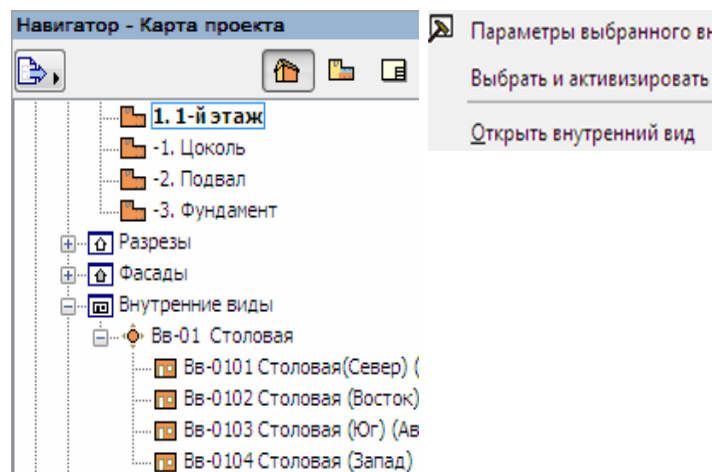

Рис. 135
6. Перейдите к карте проекта навигатора и щелкните на знаке + перед папкой с именем **Внутренние виды** (рис. 135). Теперь щелкните на знаке + перед именем **Вв-01 Столовая**. Четыре внутренних вида размещены в одной группе, поэтому ими можно манипулировать как единым целым при их именовании, присвоении им номеров, размещении их в макетах и т. д.